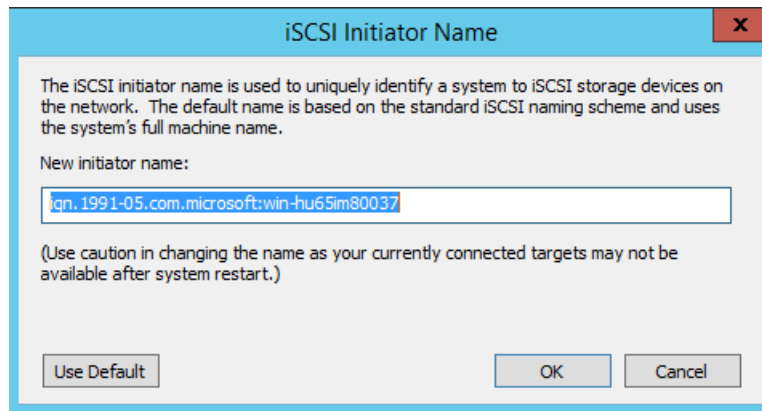

Ilustración 10-2. Cambio del nombre del nodo del iniciador iSCSI
- c. En el cuadro de diálogo iSCSI Initiator Name (Nombre del iniciador iSCSI) escriba el nuevo nombre IQN del iniciador y, a continuación, haga clic en **OK** (Aceptar). (Ilustración 10-2)